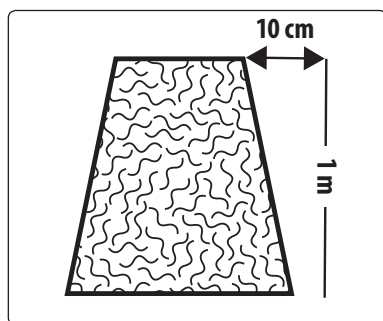

Abb. 8
• Es ist empfohlen, die Hecke in eine solche Form zu schneiden, dass die Basis etwas breiter ist, als der obere Teil, denn eine solche Gestaltung erleichtert das Eindringen von Sonnenstrahlen in das Bewuchsinnere, siehe Abb.8